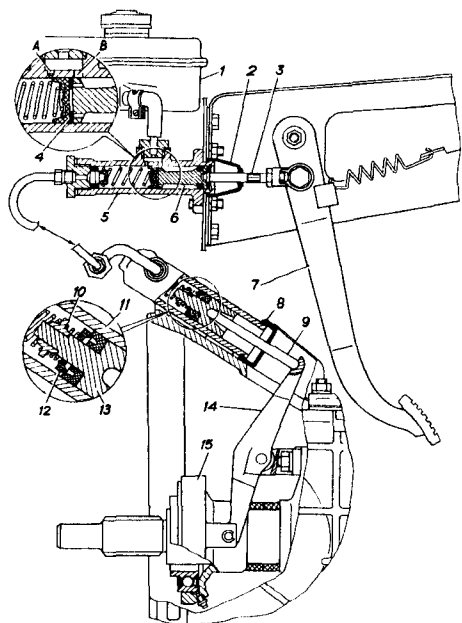

Рис. 8.2. Привод сцепления:
**Привод выключения сцепления** — гидравлический, состоит из подвесной педали, главного и рабочего цилиндров и соединяющих их трубопроводов. Устройство привода выключения сцепления показано на рис. 8.2.